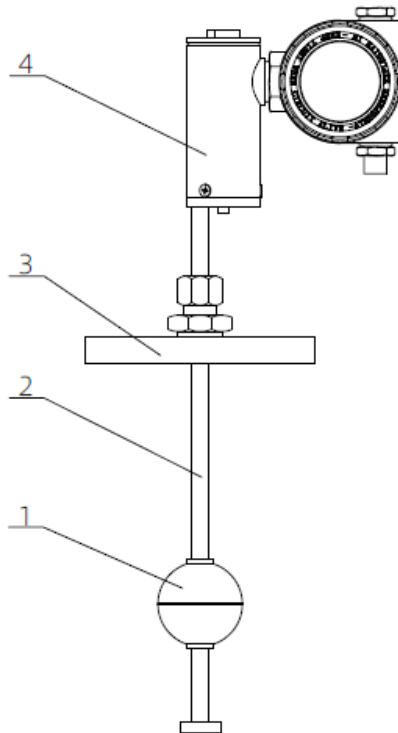

图 1 产品主要结构
2.1 主要结构-图 1
6.2.1 顶装法兰连接式：发货时为了避免探杆损坏，此形式顶装法兰与液位变送器分体包装的，安装前需按图 1 进行组装。